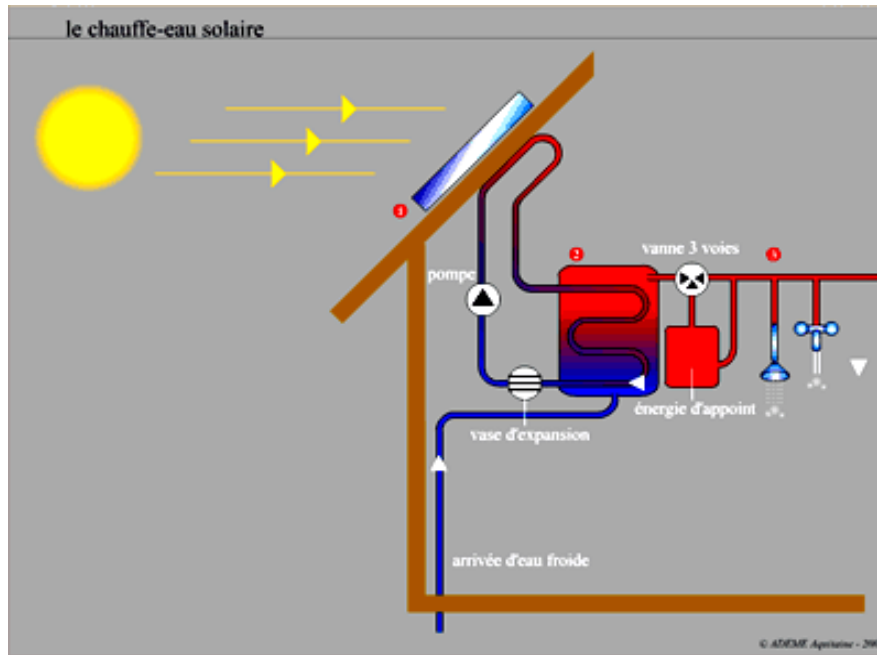

Figure 12: Fonctionnement du chauffe eau solaire
Le ballon solaire (2) (Voir Figure 12) est une cuve métallique bien isolée. Il constitue la réserve d'eau sanitaire. L'eau chaude soutirée est remplacée immédiatement par la même quantité d'eau froide du réseau, réchauffée à son tour par le liquide du circuit primaire.